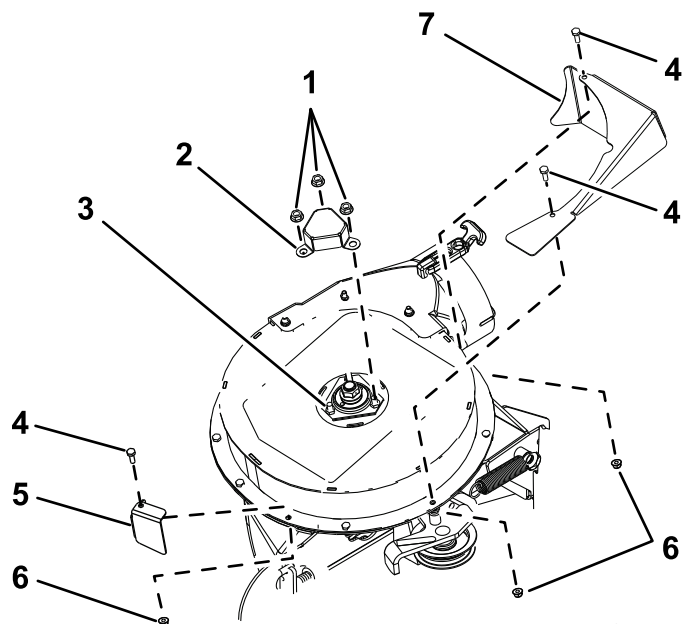

図 7
1. CE シャフトガードを、上ベアリングハウジングを固定している3本のボルトと3個のナットに合わせる（図 7）。
2. CE シャフトガードをブローアに固定する ; OEM シャフトカバーと金具類を取り外す (ページ 4) のステップ1で外した鋸歯ナット3個を使用する ; (図 7) を参照。
1. CE 前ガードを上ブローアハウジングに合わせる (図 7)。
2. CE前ガードを、上ブローアハウジングに取り付ける ; OEM シャフトカバーと金具類を取り外す (ページ 4) のステップ3で取り外した六角ヘッドボルト (1/4 x 3/4 インチ) とロックナット (1/4 インチ) を使用する ; 図 7を参照。
3. CE テンショナガードを上ブローアハウジングに合わせる (図 7)。
4. CEテンショナガードを、上ブローアハウジングに取り付ける ; OEM シャフトカバーと金具類を取り外す (ページ 4) のステップ3で取り外した六角ヘッドボルト (1/4 x 3/4 インチ) 2本とロックナット (1/4 インチ) 2個を使用する ; 図 7を参照。